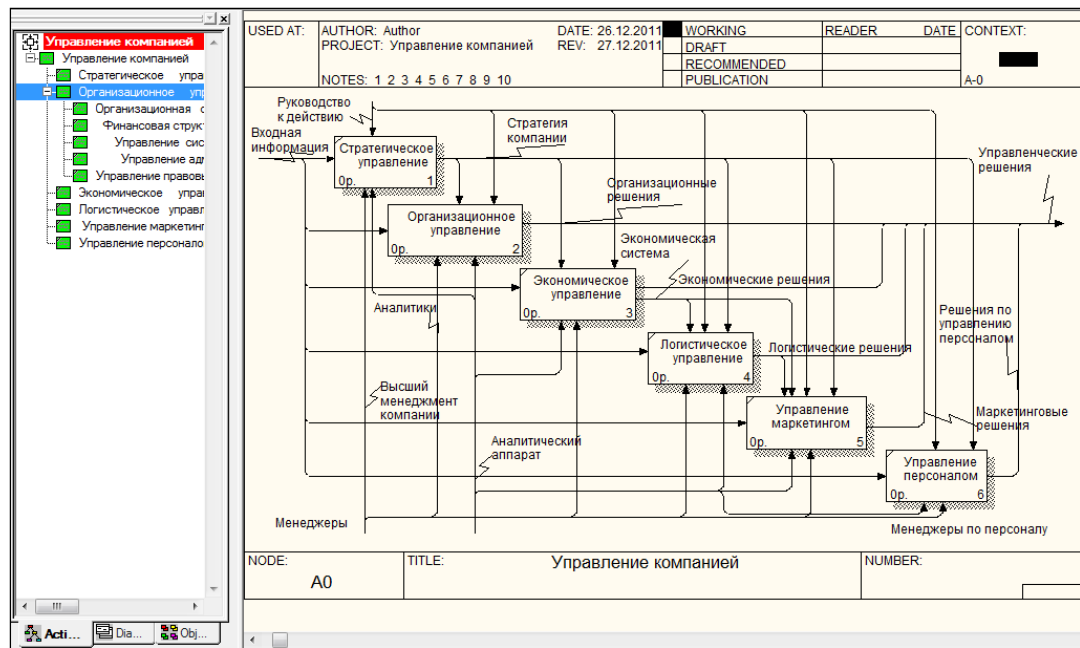

Рисунок 2.8 – Внутренние стрелки диаграммы A0
7. Разветвите граничные стрелки входа и управления, направив их на левые (верхние) грани нужных работ. Затем соедините стрелки механизмов и выходную стрелку с нужными работами, при необходимости разветвив их (рисунок 2.8). Информация о стрелках представлена в таблице 2.2.